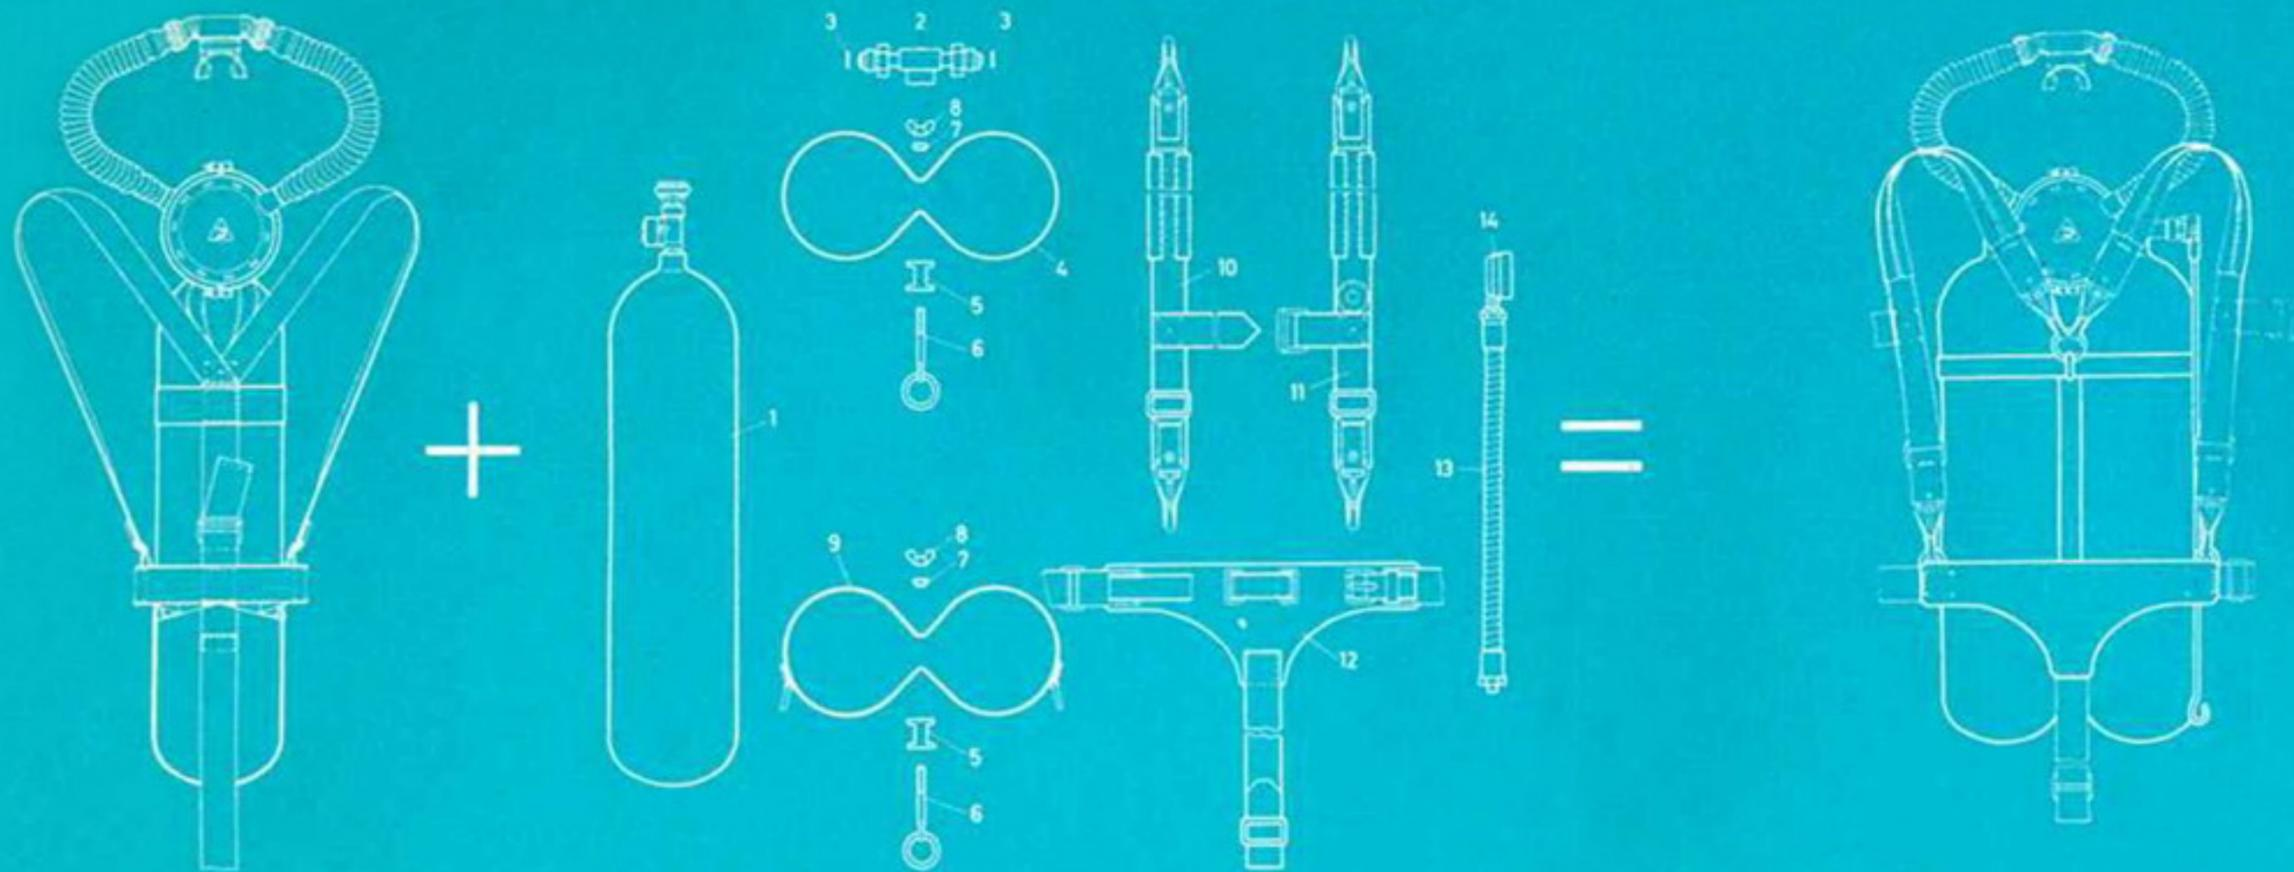

Abb. 11 Modell PA 60/7 + Zusatzteile = Modell PA 60/14
B. Hinzukommende Teile zum Umbau eines Gerätes Modell PA 60/7 »Skagerrak« in das Modell PA 60/14 »Atlantik« (siehe Abb. 11)